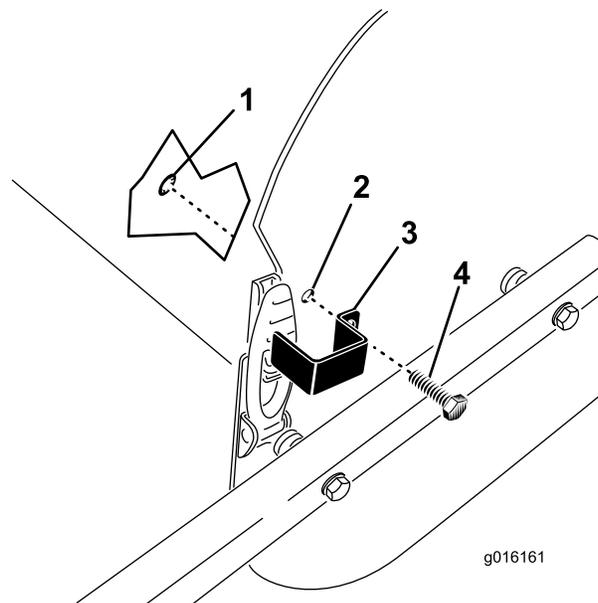

Рисунок 36
- Выровняйте монтажное отверстие с отверстием в боковой панели и установите скобу защелки на защелку капота (Рисунок 36).
- Закрепите скобу защелки на боковой панели самонарезающим болтом и стопорным кольцом(Рисунок 36).